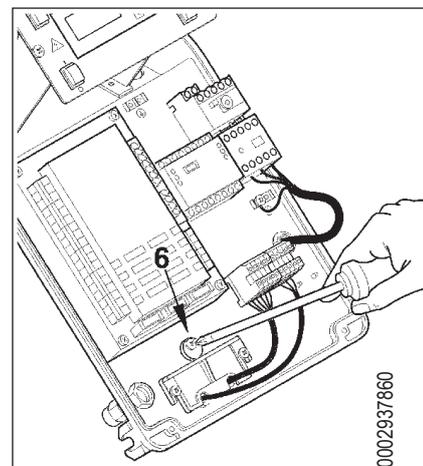

Рисунок 3
- Установить на место плиту для крепления кабелей (рис. 3). Поверните эксцентрик (6) так, чтобы пластинка зажима (3) придавила должным образом два провода. Теперь можно затянуть винты, фиксирующие пластинку зажима. Наконец, соедините 7-штырьковый и 4-штырьковый разъёмы.